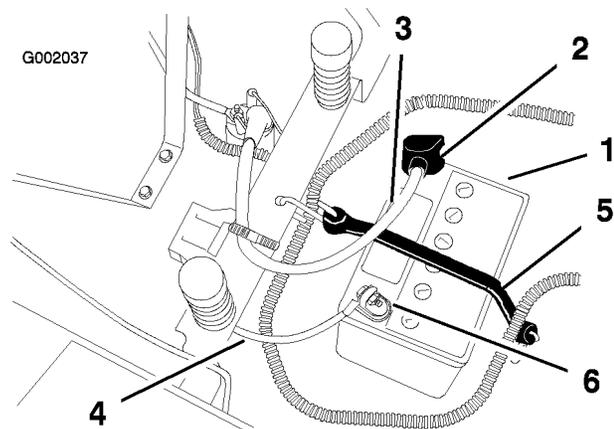

Figura 31
4. Desconecte el cable negativo de tierra (negro) del borne de la batería (Figura 31).
5. Deslice hacia arriba la cubierta de goma del cable positivo (rojo). Desconecte el cable positivo (rojo) del borne de la batería (Figura 31).
6. Retire la correa de sujeción de la batería (Figura 31) y levante la batería para retirarla de su bandeja.
1. Coloque la batería en la bandeja, con los bornes hacia el motor (Figura 31).
4. Fije los cables con 2 pernos (1/4 x 3/4 pulg.), arandelas (1/4 pulg.), y tuercas (1/4 pulg.) (Figura 31).
6. Fije la batería con la correa de sujeción (Figura 31).